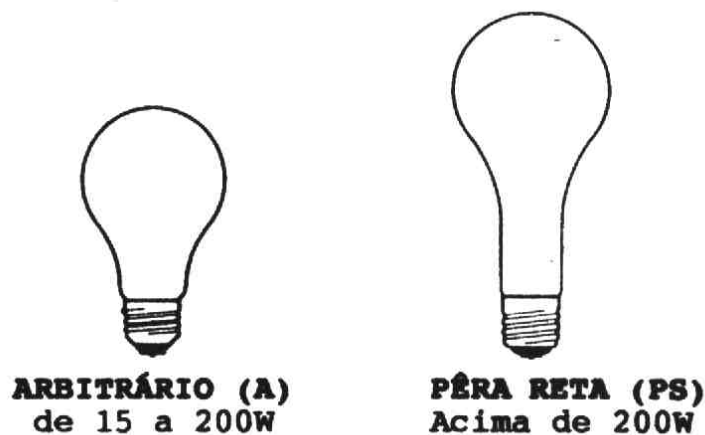

Figura 59 - Bulbo (proteção de superaquecimento)
As lâmpadas utilizam os bulbos com formato tradicional (A) e pêra reta (PS), como se vê na **Figura 59**. O pescoço mais alongado neste tipo de lâmpada permite posicionar o filamento longe da base, afim de protegê-la do superaquecimento.